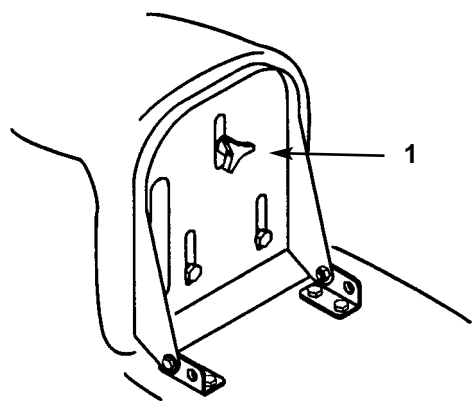

Fig. 3
1. Alzate il sedile ed allentate la manopola di regolazione (Fig. 3).